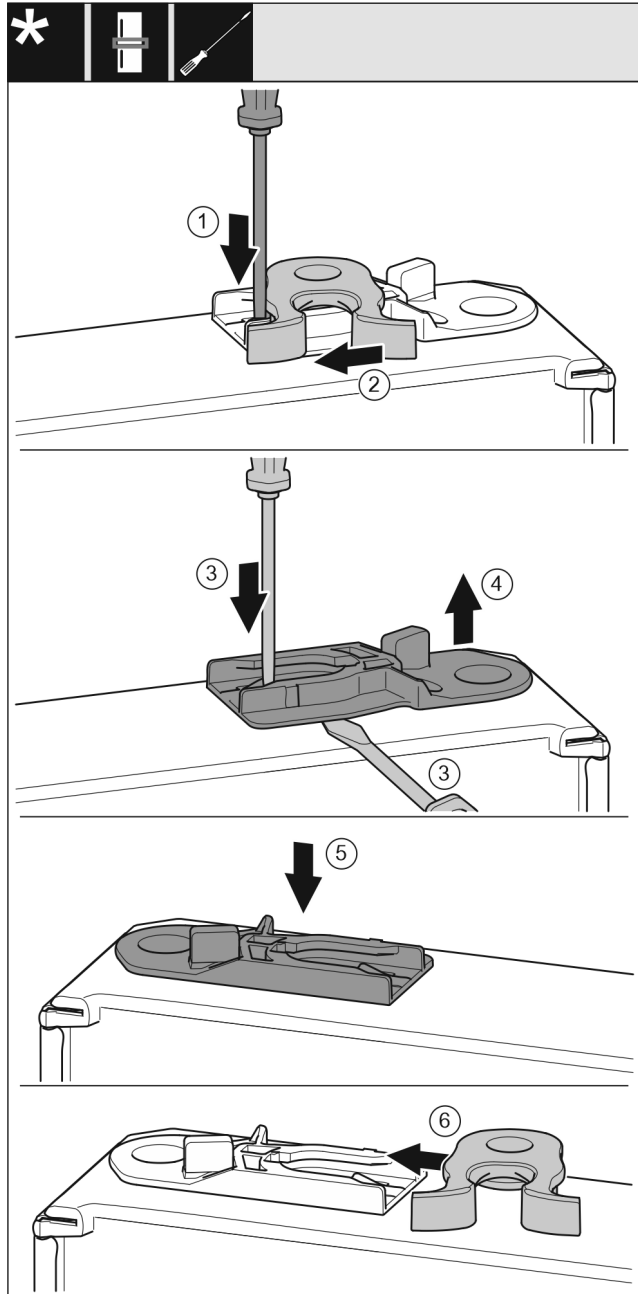

Fig. 18
- ▶ Нажмите шлицевой отверткой на накладку вниз. Fig. 18 (1)
- ▶ Выведите запорный крючок из направляющей. Fig. 18 (2)
- ▶ Извлеките направляющее гнездо: Нажмите на накладку шлицевой отверткой и одновременно переместите ее при помощи шлицевой отвертки под направляющее гнездо. Fig. 18 (3, 4)
- ▶ Входящее в комплект поставки направляющее гнездо вставьте на другой стороне корпуса. Fig. 18 (5)
- ▶ Запорный крючок вставьте в направляющую. Fig. 18 (6)